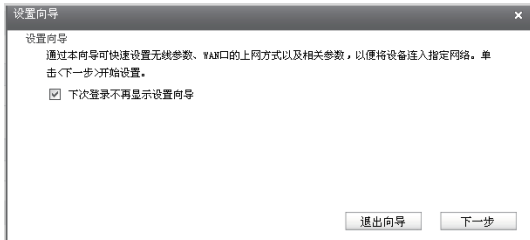

图4-3 设置向导
3. 成功登录后会弹出设置向导界面，如图4-3。如果没有自动弹出，可以单击主页左侧的“设置向导”菜单进入。单击“下一步”，开始设置。